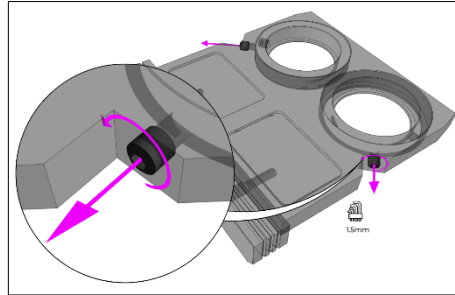

Figure 43
2. Desserrer les deux vis de fixation du filtre sur le porte-filtre d'excitation à l'aide d'une clé hexagonale de 1,5 mm (Figure 43). Les vis de fixation ne doivent pas être retirées.